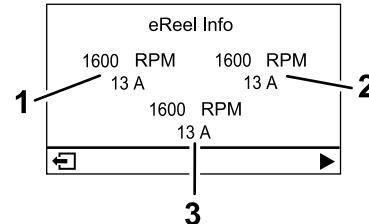

Figure 26
- **Écran d'information moteur UC** (Figure 26) : indique le régime et le courant du moteur de chaque unité de coupe.